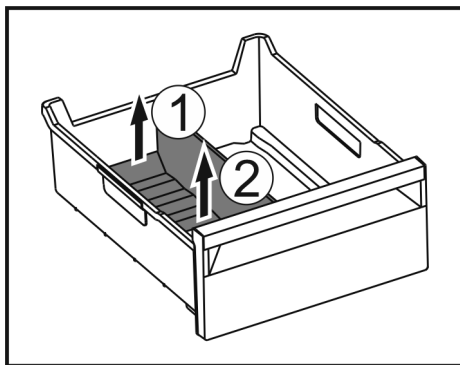

Fig. 135
- 提升冰格分隔器后部。 Fig. 135 (1)
- 向上取出冰格分隔器。 Fig. 135 (2)